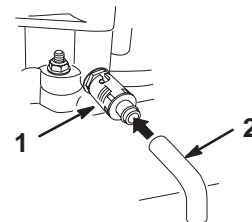

Figure 21
6. Placez un bac sous le flexible de vidange. Tournez le robinet de vidange d'huile pour permettre à l'huile de s'écouler (Fig. 21).
8. Retirez le flexible de vidange (Fig. 21).